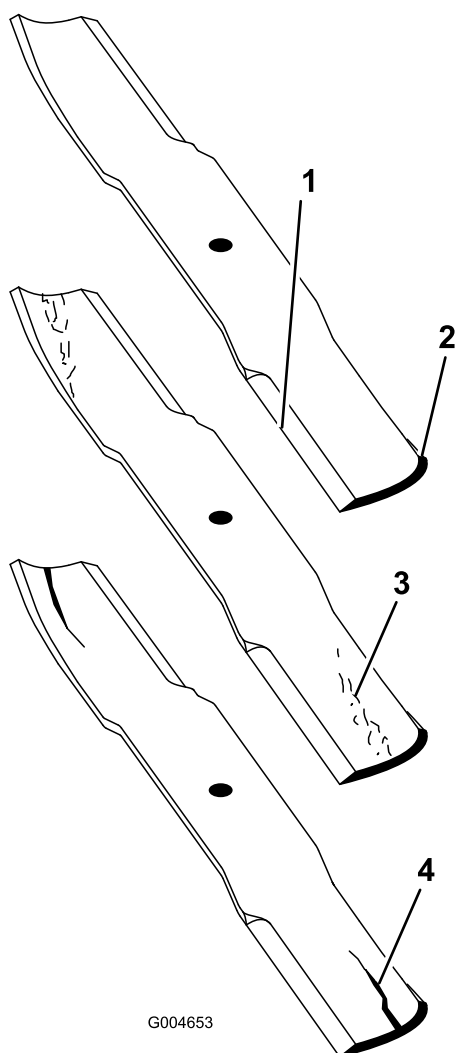

Figura 24
1. Inspeccione as extremidades de corte (Figura 24). Se as extremidades não estiverem afiadas ou estiverem amolgadas retire e afie as lâminas. Consulte a Afição das lâminas (página 22).
2. Inspeccione as lâminas, especialmente a área da aba (Figura 24). Se verificar quaisquer danos, desgaste, ou a formação de ranhuras nesta área (Figura 24), instale imediatamente uma lâmina nova.